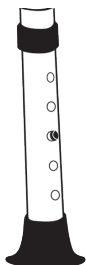

Figura 6
7. Monte respaldo (F) alineando el agujero de respaldo y con los agujeros correspondientes en el bastidor del respaldo (E). Asegure en su lugar mediante la inserción de los tornillos cortos (A) y girando en sentido horario hasta que quede apretado (Figura 6).